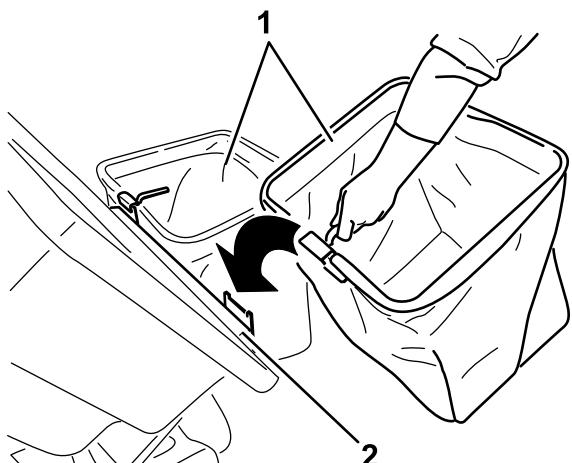

Figure 29
5. Pour installer les bacs, glissez les crochets de l'armature sur les pattes de retenue (Figure 29).